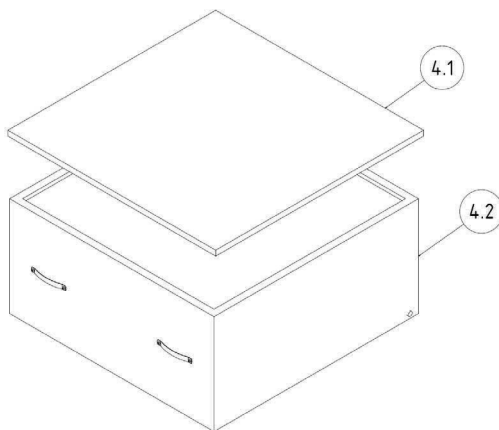

Рисунок 6, Структура фильтра
- Осторожно изымите из фильтра вставленный в него модуль предварительной фильтрации (рис. 6, п. 4.1) таким образом, чтобы не разлетелась пыль, и положите его на рабочий стол.
- Слегка приподнимите главный фильтр (см. рис. 6, поз. 4.2) спереди за тесемки, чтобы освободить уплотнение от опорной поверхности, и извлеките его примерно на 2/3 из корпуса фильтра так, чтобы пальцы фильтра лежали на боковых направляющих профилях.